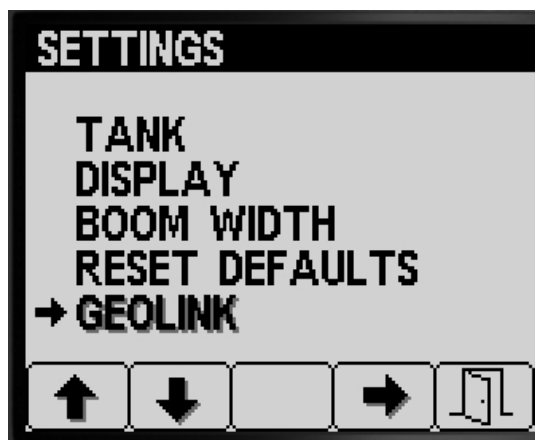

Figura 36
2. Prima o botão 4 para seleccionar a entrada GeoLink (Figura 36).
1. Prima o botão 1 ou 2 no ecrã DEFINIÇÕES até encontrar a opção GEOLINK (Figura 36).